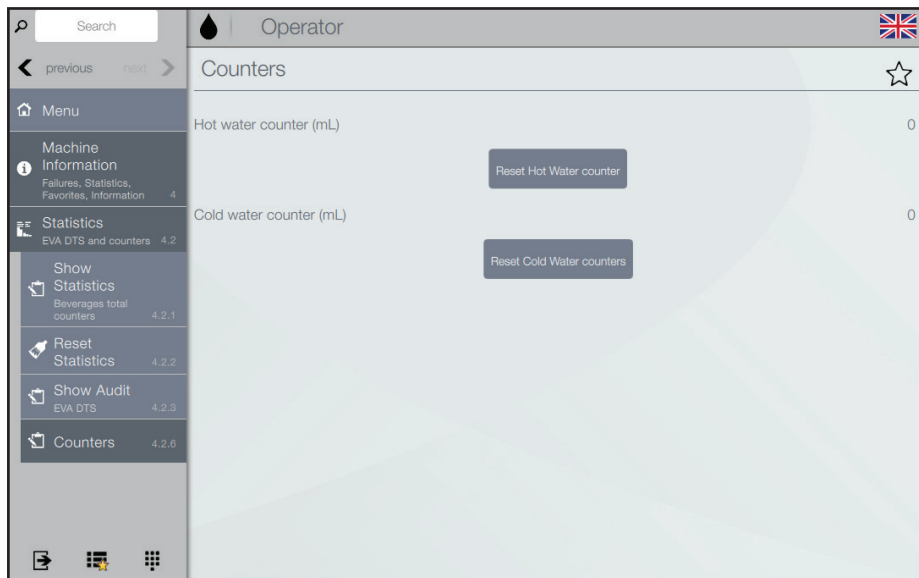

図6.14 - 合計水量カウンター
- [熱湯カウンターをリセットする] をタッチすると、熱湯カウンターをゼロにリセットします (図 6.14)。